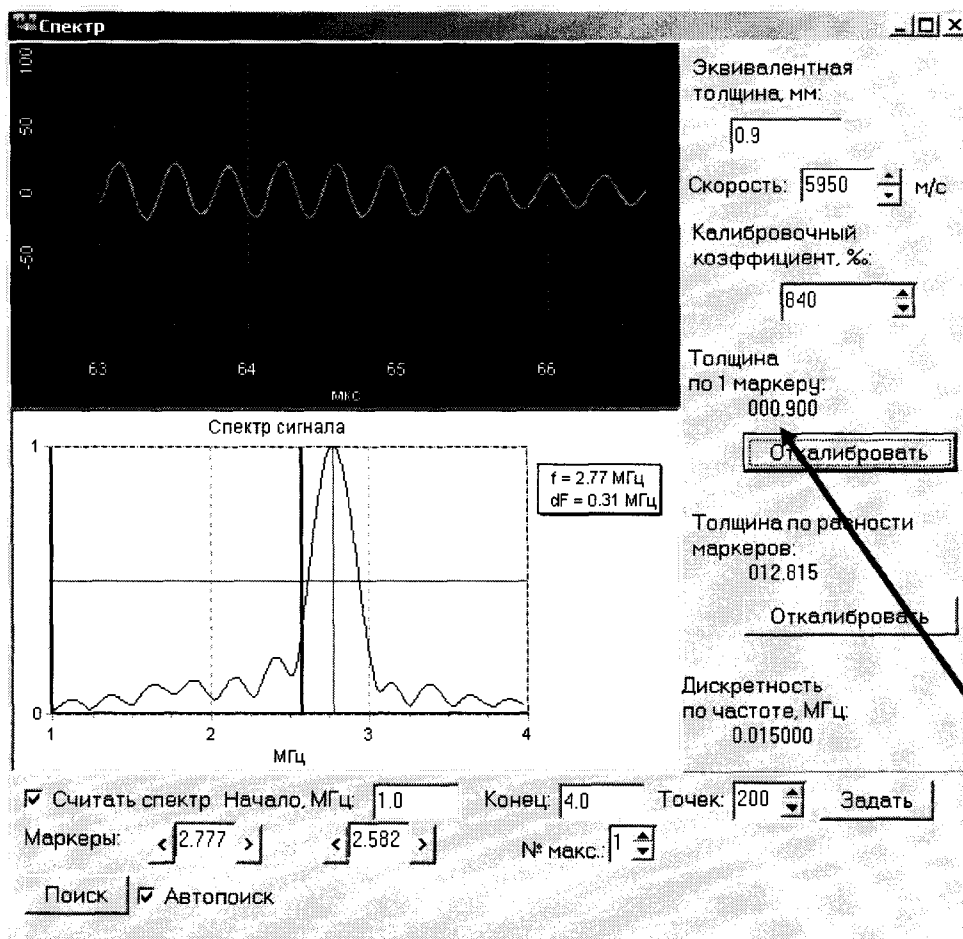

Рисунок 18 – Окно «Спектр» (все значения толщин указаны в миллиметрах)
8.14.6 В окне «Спектр» (смотри рисунок 18) установить значения «Начало» равным максимуму спектра сигнала минус 2 МГц и «Конец» равным максимуму спектра сигнала плюс 2 МГц. Установить в поле «Скорость» значение скорости звука, для которой указаны эквивалентные ультразвуковые толщины комплекта. В поле «Эквивалентная толщина» ввести значение эквивалентной ультразвуковой толщины меры.
8.14.7 В окне «Спектр» (смотри рисунок 18) нажать верхнюю кнопку «Откалибровать».